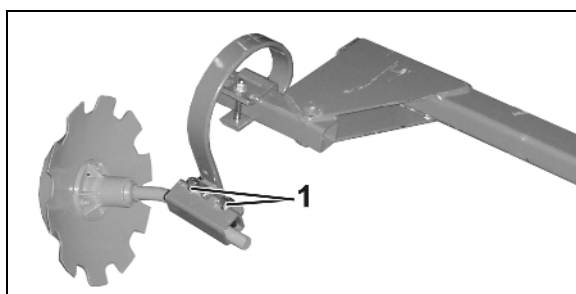

Рис. 99
3. Закройте откидной тент и зафиксируйте резиновыми петлями (Рис. 99/1) от непредусмотренного открытия во время движения. Используйте крюки откидного тента (Рис. 99/2).